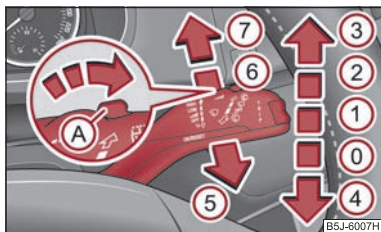

Abb. 45 Scheibenwischerhebel
Der Scheibenwischerhebel ⇒ Abb. 45 hat folgende Stellungen:
- Drücken Sie den Hebel vom Lenkrad weg in die Stellung ⑥ ⇒ Abb. 45, der Scheibenwischer wischt alle 6 Sekunden.
Zum Reinigen der Scheinwerfer kommt es nach jedem fünften Betätigen der Frontscheibenwaschanlage und wenn das Abblend- oder Fernlicht eingeschaltet ist sowie der Scheibenwischerhebel ca. 1 Sekunde in der Stellung **5** ⇒ Seite 54, Abb. 45 gehalten wird.